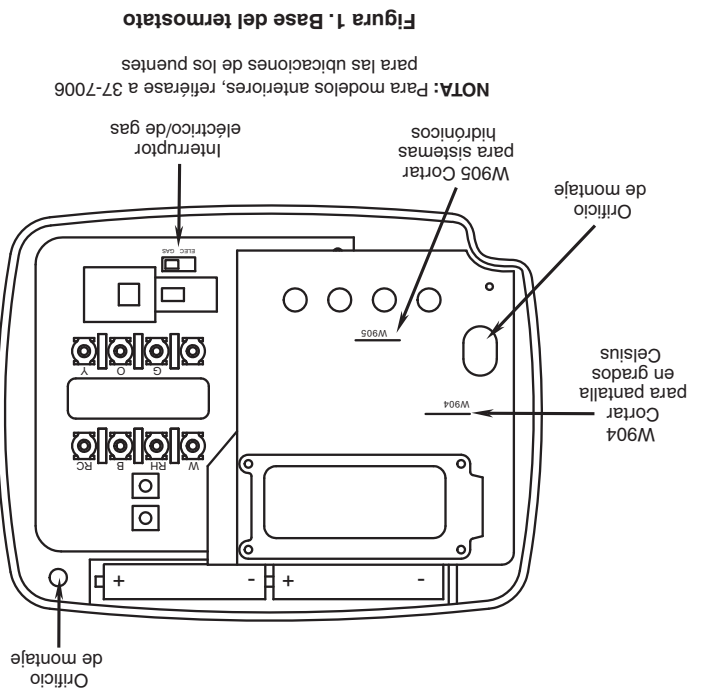

Figura 1. Base del termostato
El ajuste predeterminado de fábrica es en grados Fahrenheit. Cortando el puente W904 en la placa de circuito (vea la figura 1) puede cambiar la configuración a grados Celsius.
Este termostato está configurado para operar un sistema de aire forzado con combustible fósil (gas, aceite, etc.) de calor/frío. Está correctamente configurado para cualquier sistema que el termostato energice el ventilador en una llamada de calor. Si su sistema es un sistema eléctrico o de bomba de calor que REQUIERE que el termostato encienda el ventilador en una llamada de calor, ubique el interruptor **ELECTRIC** (vea la figura 1) y colóquelo en la posición **ELECTRIC**. Esto permitirá al termostato energizar el ventilador inmediatamente en una llamada de calor. Si no está seguro si el sistema de calefacción/refrigeración requiere que el termostato controle el ventilador, póngase en contacto con un servicio técnico de calefacción y aire acondicionado calificado.
5. Fije la base a la pared sin ajustarla demasado, como muestra la figura 1, usando dos tornillos de montaje. Ajustela hasta que quede bien nivelada y luego apriete los tornillos. (Esto es por razones estéticas solamente y no afectará el funcionamiento del termostato.) Si utiliza los orificios de montaje existentes, o si los orificios perforados son demasado grandes y no le permiten ajustar bien la base, use anclajes plásticos para fijar la subbase.
Este termostato requiere 2 pilas alcalinas "AAA" para funcionar. Si aparece el mensaje **CHANGE** significa que las pilas tienen poca carga y deben cambiarse. Para obtener resultados óptimos, cambie las pilas una vez al año por pilas alcalinas nuevas de alguna marca líder como Duracell® o Energizer®. Para cambiar las pilas, instálalas a lo largo de la parte superior de la base (vea la figura 1). Las pilas deben instalarse con los polos positivos (+) hacia la derecha.